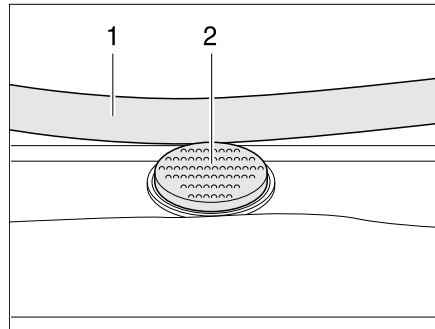

Bild 47 Sicherungsknopf an der Heki-Dachhaube
- Den Sicherungsknopf (Bild 47,2) drücken und den Bügel (Bild 47,1) mit beiden Händen nach unten ziehen.
- Den Bügel mit beiden Händen nach oben drücken, bis der Bügel oberhalb des Sicherungsknopfes (Bild 47,2) liegt.